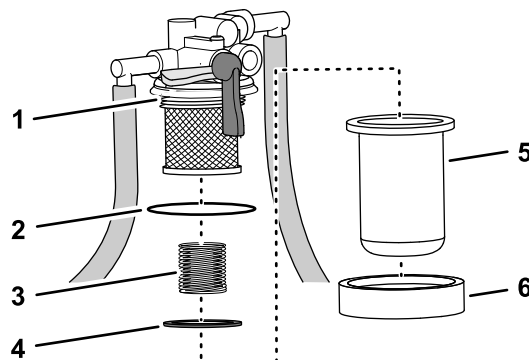

Рисунок 68
1. Поместите сливной поддон под стакан топливного фильтра, отверните гайку стакана и снимите стакан с головки фильтра (Рисунок 68).
3. Проверьте состояние уплотнительного кольца на головке фильтра (Рисунок 68).
5. Установите пружину и поплавок в стакан топливного фильтра (Рисунок 68).
6. Установите стакан топливного фильтра и гайку стакана на головку фильтра и затяните гайку от руки (Рисунок 68).